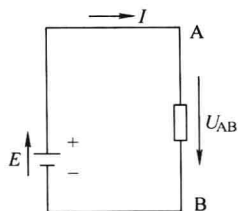

图 1-2 电压的方向
(3) 方向: 电压的方向如图 1-2 所示。
① 实际方向: 从高电位指向低电位, 即正方向。
② 参考方向: 也就是假设方向。通过计算, 电压为负值, 电压实际方向与假设方向相反; 计算电压为正值, 实际方向与假设方向相同。
(4) 种类:
① 直流 ( $U$ ): 电流方向不随时间变化。
② 交流 ( $u$ ): 电流大小和方向都随时间变化。
例如: 在图 1-2 所示电路中, 若下端接地, 则有 B 点电位  $U_B = 0\text{V}$ 。